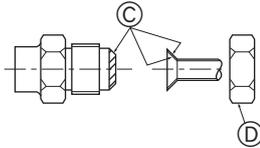

Fig. 5-6
Ⓐ (Fig. 5-6)
Ⓑ (Fig. 5-6)
5.5. Boruların bağlanması (Fig. 5-6)
Tablo 2 (Fig. 5-6)